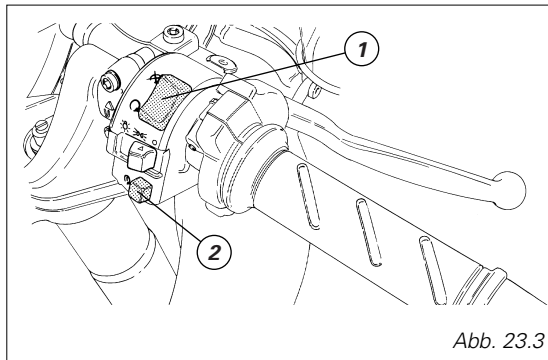

Abb. 23.3
3) Sich davon überzeugen, dass sich der Stoppschalter (1, Abb. 23.3) auf **RUN** befindet, dann die Startertaste (2) betätigen.
5) Während sich der Motor langsam erwärmt, den Starterhebel schrittweise auf die Position (A, Abb. 23.3) bringen. Ein warmgelaufener Motor muss das Standgas bei vollkommen ausgeschlossenen Starter halten können.